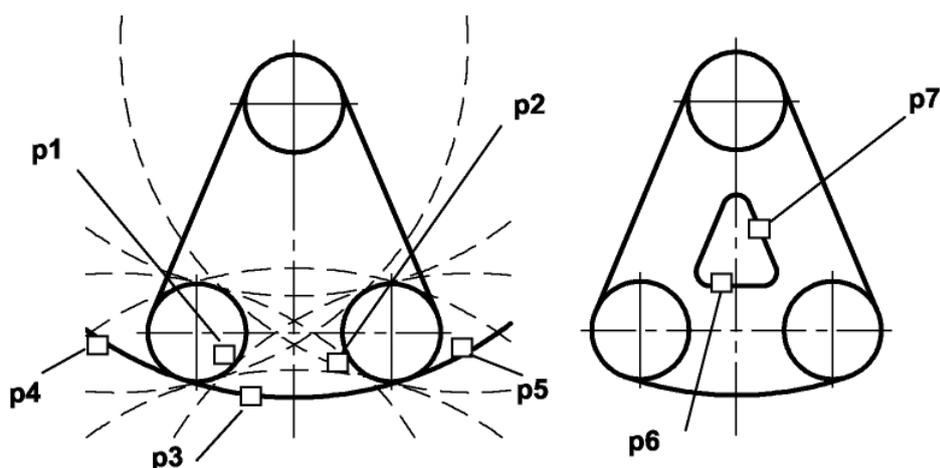

Рисунок 2.2. - Построение окружности касательной к двум окружностям и двум прямым
2. Указать графическим курсором произвольную точку (точка p1) на первой заданной окружности, с которой должна касаться искомая окружность (рис. 2.2а);
3. Указать графическим курсором произвольную точку (точка p2) на второй заданной окружности, с которой должна касаться та же искомая окружность (рис. 2.2а);
5. Выбрать курсором на графической зоне нужную касательную окружность (указать точку p3) и щелкнуть по кнопке  - Создать объект панели специального управления (рис. 2.2а);
- 3) указать курсором на графической зоне прямые, между которыми строится сопряжение (на рис. 2.2 б это точки p6 и p7);